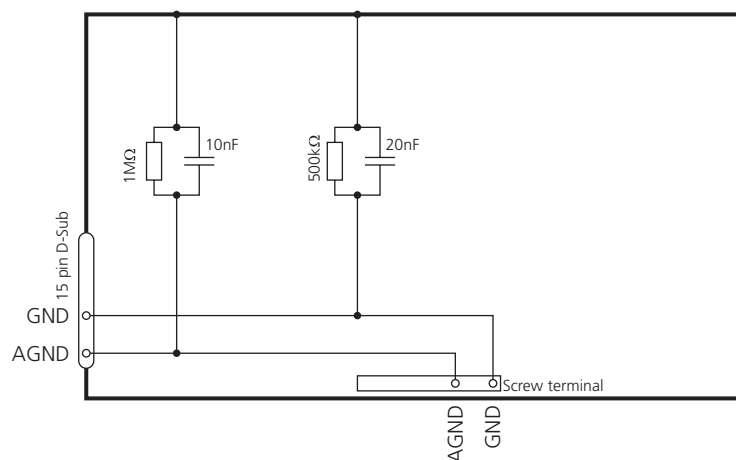

Bild 3 Verbindung zwischen Abschirmung, Ground (GND) und Analog Ground (AGND)
Der DLS-C(H)/FLS-C(H) beinhaltet zwei elektrisch isolierte Stromkreise, einer für den analogen Ausgang und einer für alle anderen Funktionen des Gerätes. Die Grounds der beiden Stromkreise sind über RC-Elemente verbunden. Siehe Bild 3